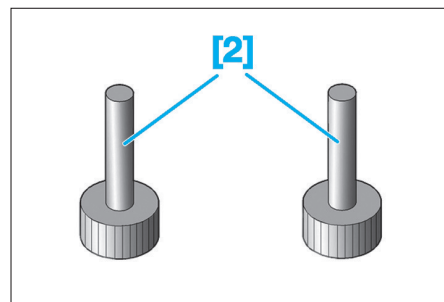

Fig. 55
- [2]. Obturateurs pour raccords encliquetables (réf : 5705-T) (Fig.55).